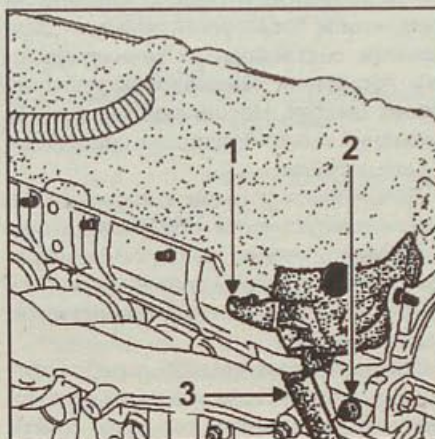

Рис. 4.67. Место установки верхней петли (1), болта (2) крепления перегородки и сливной трубки (3) дизельного топлива
- закрепите верхнюю петлю (1, рис. 4.67);
- вверните болт (2) крепления перегородки;
- подсоедините сливную трубку дизельного топлива (3), убедившись, что она не закупорена.